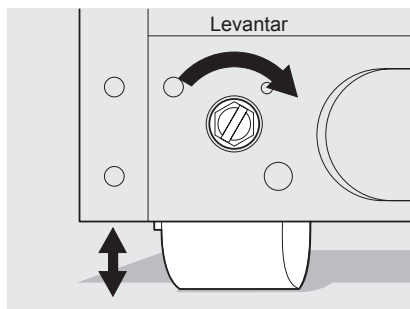

Figura 2
2. Utilice un destornillador de cabeza plana o llave de cubo de $\frac{3}{8}$ pulgadas para levantar o bajar los rodillos frontales (Figura 2).